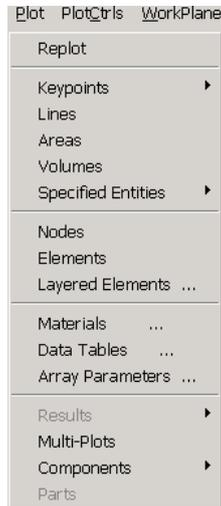

图1.7 【Plot】菜单
- **【Plot】** 菜单：主要用于图形显示实体（点、线、面、体和单元等），如图 1.7 所示。例如：**【Lines】** 命令用于在图形视窗中显示线；**【Components】** 命令用于在图形视窗中显示组件等。